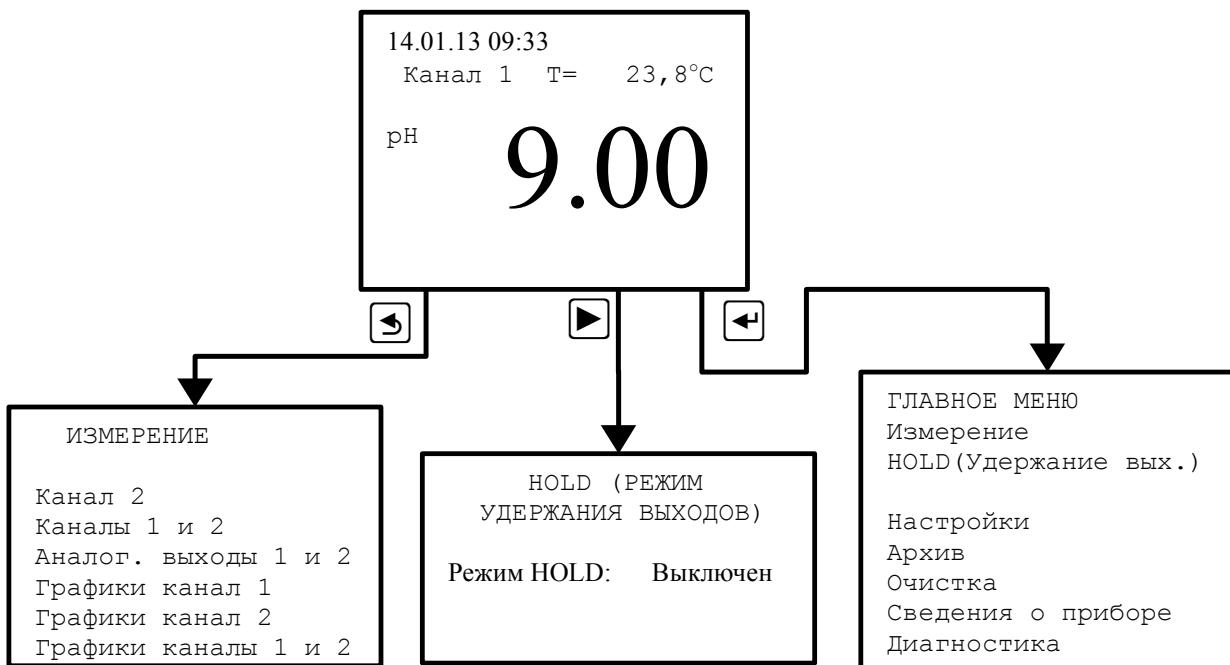

Рисунок 5 - Режим измерения
4.3.1.4 При помощи «горячих» кнопок из режима измерения можно перейти к некоторым режимам и меню анализатора без перехода через «ГЛАВНОЕ МЕНЮ» (Рисунок 5).
4.3.3.1 Чтобы войти в меню «УСТАНОВКИ» из режима измерения, надо сначала войти в Главное меню. Вход в «ГЛАВНОЕ МЕНЮ» производится при нажатии кнопки (смотри п.Рисунок 5).